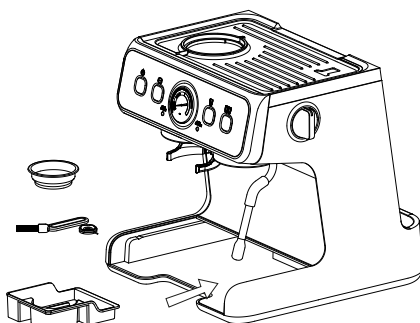

Fig. 8
BISTRO Espressomaskinen leveres udstyret med rengøringsværktøjer, herunder en rensenål og en rensébørste, såvel som en værktøjskasse (15), som let kan bruges til at opbevare disse. Filtre til enkeltkopper og filtre til dobbeltkopper kan også opbevares i værktøjskassen. Værktøjskassen opbevares i bunden til venstre af apparatet, bagved drypbakken. Når drypbakken er fjernet (Fig. 8), kan du få adgang til værktøjskassen ved ganske enkelt at trække den ud af rummet.